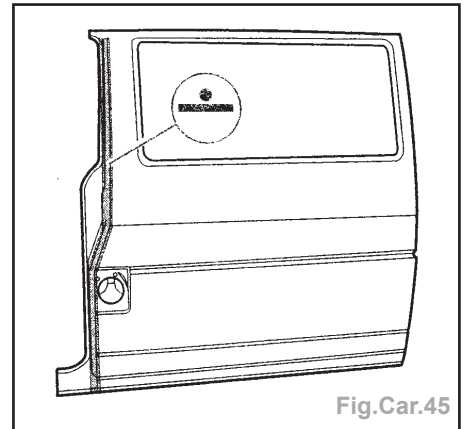

Fig.Car.45
- Avant de procéder au soudage, relier par points de soudure le panneau latéral avant et la section du montant B (Fig.Car.45).